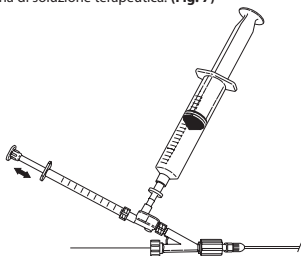

Fig. 8
11. Per l'infusione della soluzione, aspirare la dose desiderata nella siringa da 1 mL e iniettarla. Ricaricare la siringa da 1 mL e ripetere la tecnica di infusione secondo necessità. (Fig. 8).